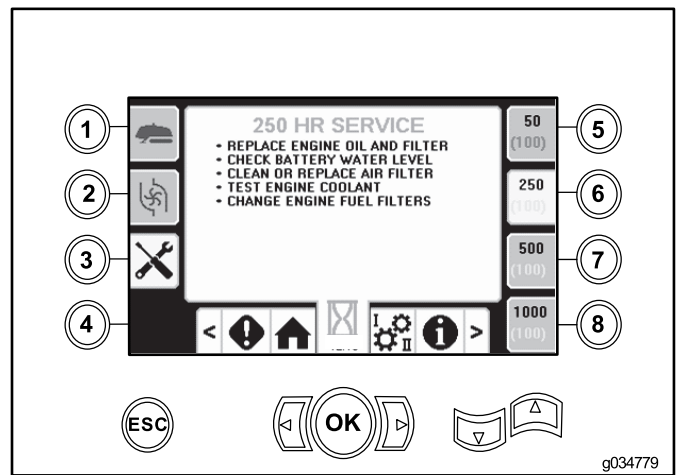

Bild 45
- Taste 6: 250 Stunden (**Bild 45**)